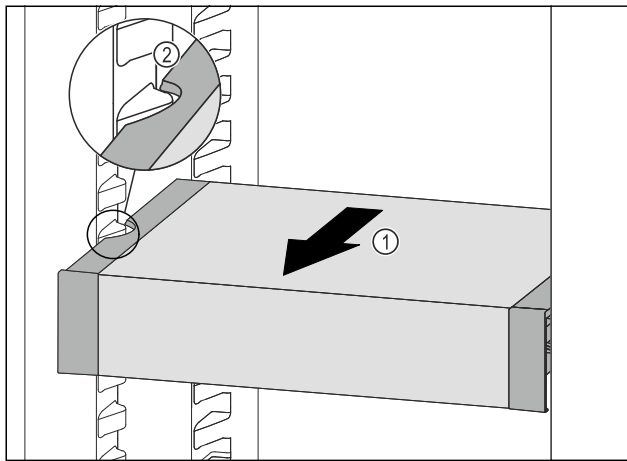

Fig. 98
- Изтеглете VarioSafe напред Fig. 98 (1), докато страничните прорези на VarioSafe се намират на височината на реброто на съда в хладилната част. Fig. 98 (2)